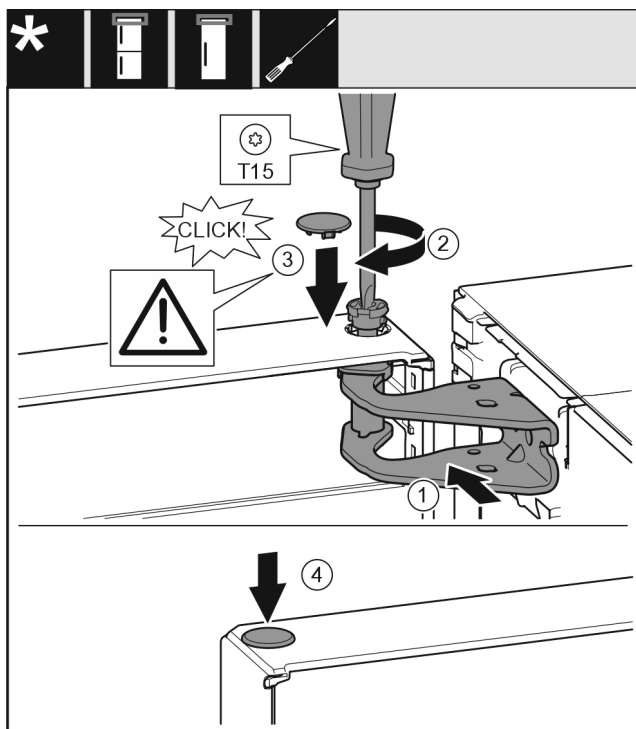

Fig. 21
- ▶ Ευθυγραμμίστε την πόρτα επάνω με το άνοιγμα στο στήριγμα. Fig. 21 (1)
- ▶ Τοποθετήστε τον πείρο Fig. 21 (2) και σφίξτε με κατσαβίδι.
- ▶ Τοποθετήστε το κάλυμμα ασφάλισης Fig. 21 (3) για την ασφάλιση της πόρτας: Τοποθετήστε το κάλυμμα ασφάλισης και ελέγξτε εάν εφαρμόζει στην πόρτα. Διαφορετικά, τοποθετήστε ολόκληρο τον πείρο.
- ▶ Τοποθετήστε την τάπα Fig. 21 (4).